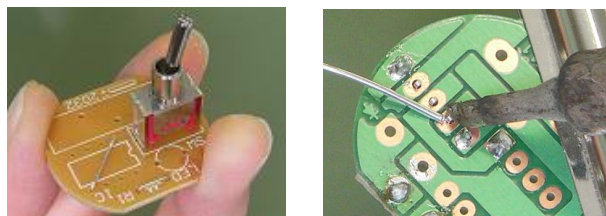

図3-5. スイッチ
- ④ スイッチは、図3-5. の様に取付けはんだ付けする。